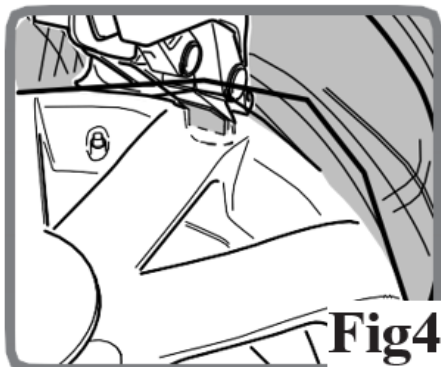

Fig49
- Anbring værktøjet på fælgekanten (Fig49).